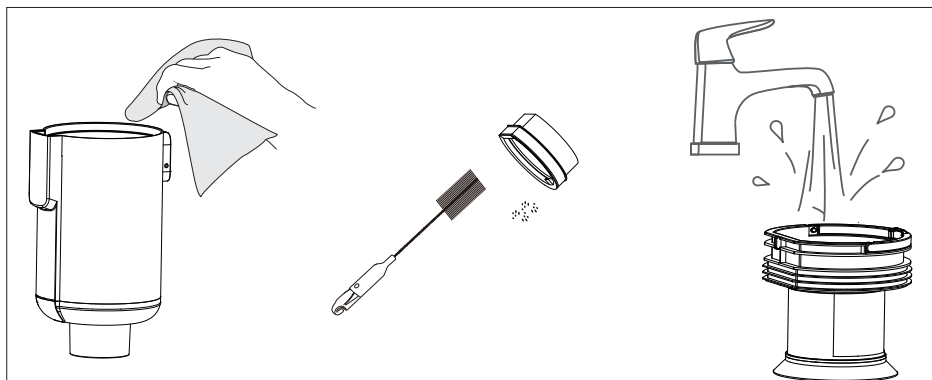

Abb. 25 – Staubbehälter und Staubfilter reinigen
- ▶ Reinigen Sie den Staubbehälter mit einem feuchten Tuch (**siehe Abb. 25**).